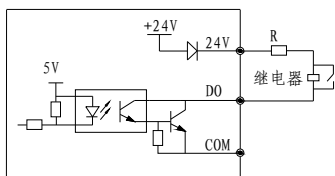

图 2-11 多功能输出端子开关量输出接线方式1
1) 多功能输出端子DO作为开关量输出时可使用变频器内部的24V电源，接线方式请参见图2-11。